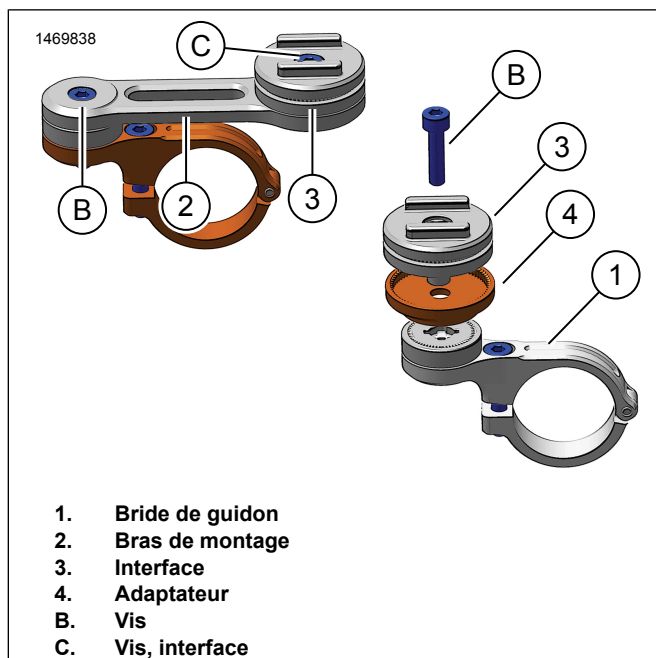

Figure 4. Options de support de guidon
8. Figure 4 Installation alternative de montage de guidon.
- a. Retirez la vis (B) et la vis (C).
- b. Retirez le bras de montage (2) de la pince de montage (1).
- c. Retirez l'interface téléphonique (3) du bras de montage (2).
- d. Installez l'adaptateur (3), l'interface téléphonique (3) et la vis (B). Serrer.